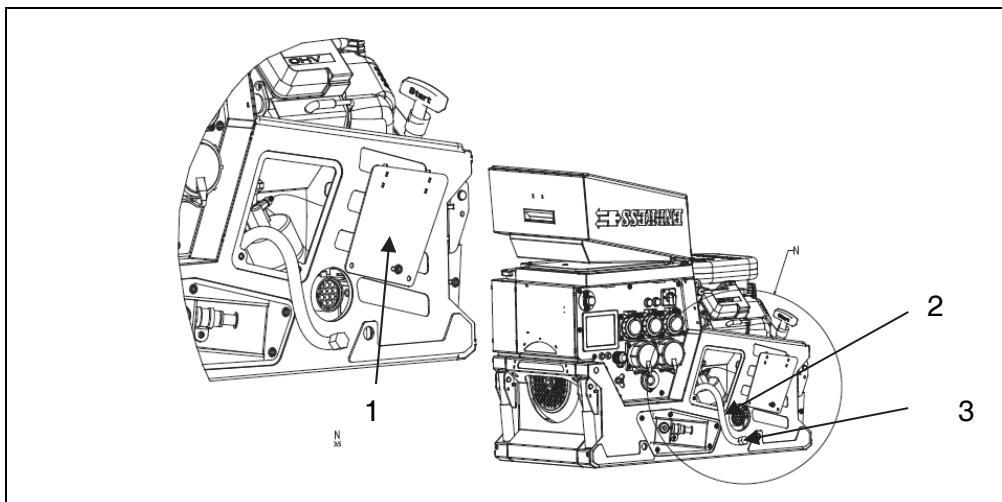

Fig. 63: Cambio de aceite
2. Extraiga completamente el tubo de purga de aceite (Fig. 63-(2)).
4. Retire el tapón de drenaje (Fig. 63-(3))
6. Vuelva a poner el tapón de drenaje (*Fig. 63-(3)*) y atornille de nuevo la chapa lateral.